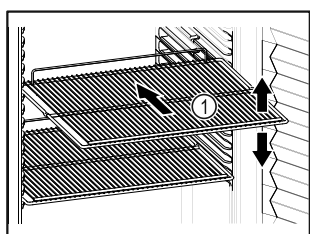

Fig. 50 Immagine a titolo di esempio
- Se è possibile spostare i ripiani Fig. 50 (1), regolarli in altezza.